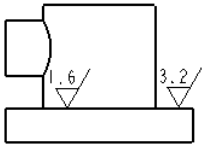

图 5.7.9 选择“偏距”命令
- **Offset (偏移)**: 相对于尺寸、尺寸箭头、几何公差、注解或其他符号实例偏距得到粗糙度符号，图 5.7.9 所示数值为 3.2 的表面粗糙度符号是由数值为 1.6 的粗糙度符号偏距得到。